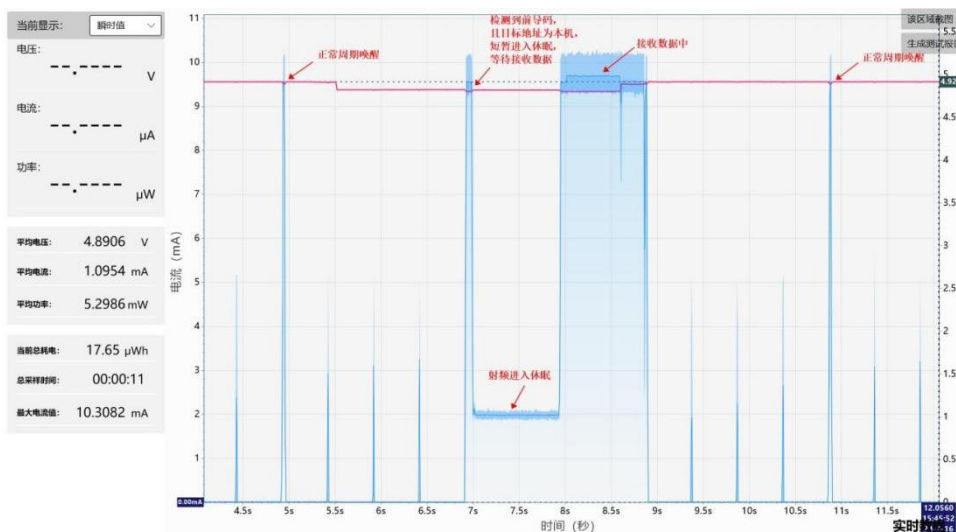
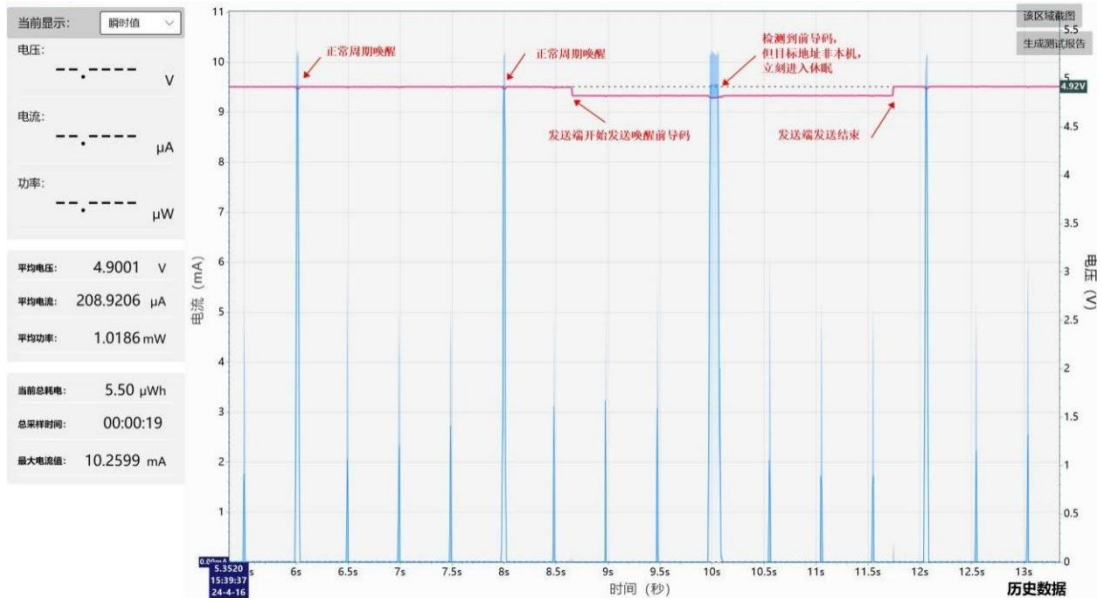

图 1 目标设备电流消耗图
图 2 非目标设备电流消耗图
- 电台支持单点唤醒功能，能单独唤醒某一电台，而不会唤醒所有电台。接收设备当为目标设备时其电流消耗图如下图 1 所示，其余非目标设置则会重新进入休眠状态如图 2 所示。